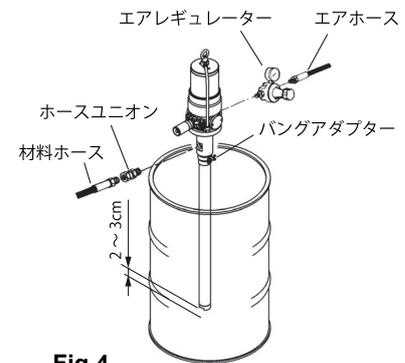

Fig.4
- 2) バングアダプターにポンプを差込み、ポンプの下端(フートバルブ部)がドラム缶の底に当たったら、2~3cmポンプを上げてポンプのフートバルブとドラム缶の底との間に隙間をとり、バングアダプターの蝶ネジを締めてポンプを固定してください。(Fig.4)